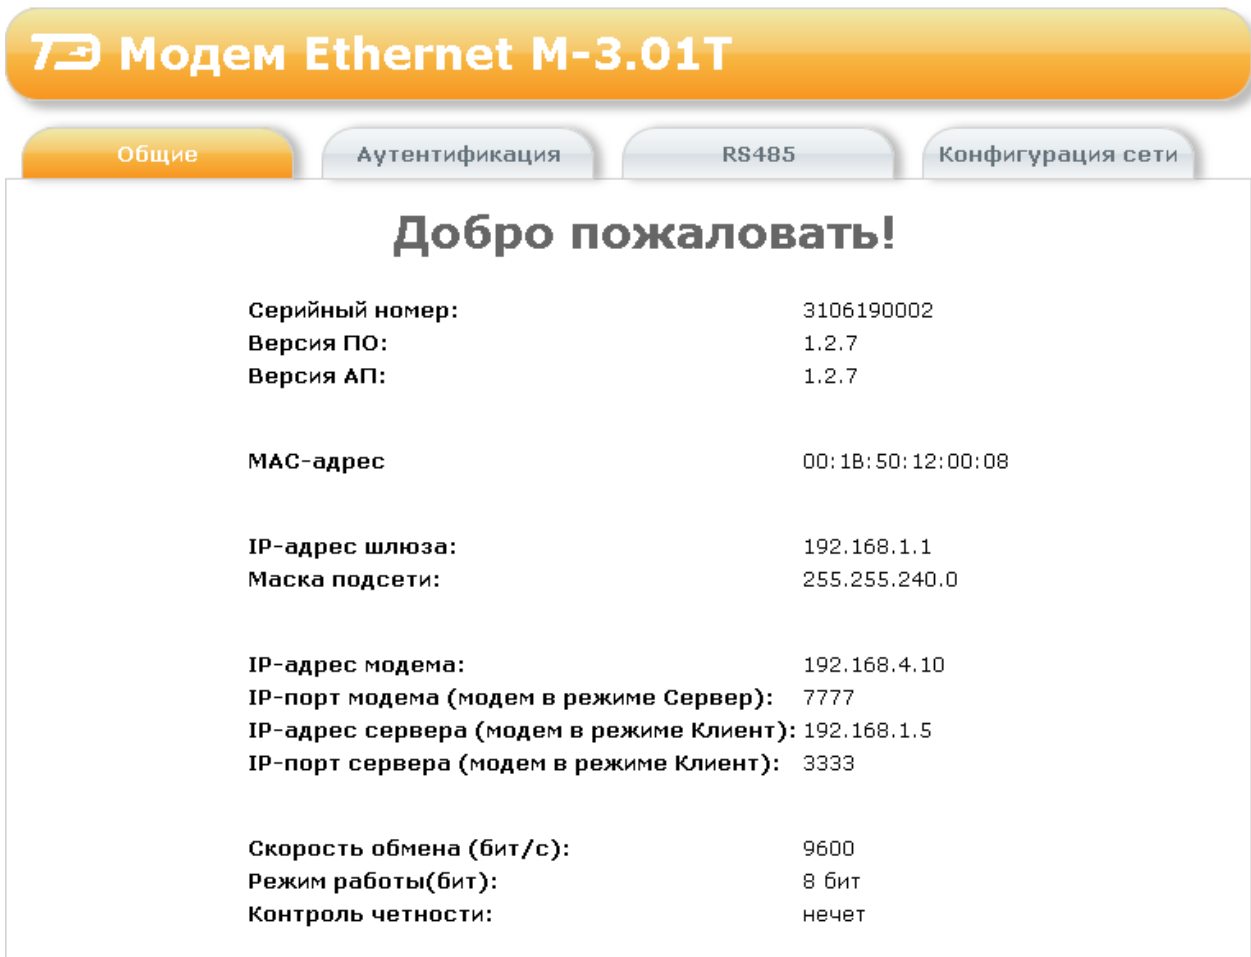

Рисунок 3 – Общие параметры модема
5.2.1 Для конфигурирования интерфейса RS-485 модема нажать кнопку «RS485» на поле формы, рисунок 3. При этом открывается форма «RS485» с текущими настройками интерфейса RS-485. Вид формы с параметрами интерфейса по умолчанию приведен на рисунке 5.
5.3.1 Для конфигурирования режима работы модема и параметров Ethernet-интерфейса, на поле формы, рисунок 3, нажать кнопку «Конфигурация сети». При этом открывается вкладка «Конфигурация сети» с текущими установленными параметрами. Вид вкладки приведен на рисунке 7.